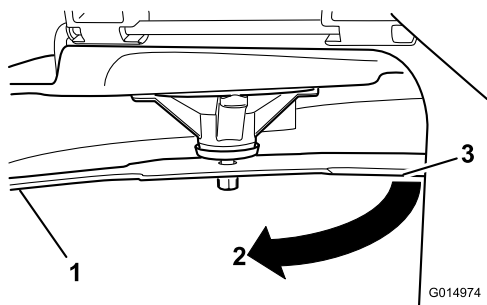

Figura 46
3. Distancia medida entre la cuchilla y la superficie (A)
4. Gire la misma cuchilla 180 grados de manera que el otro extremo esté en la misma posición (Figura 46).